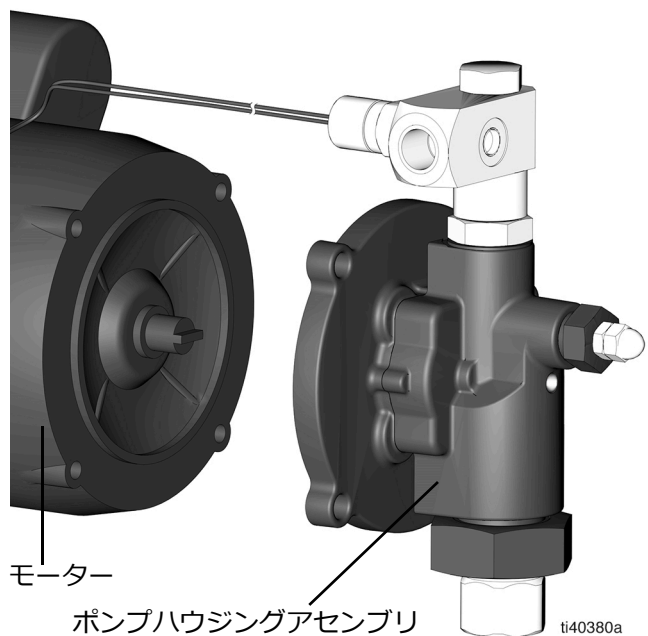

図 18
14. ポンプハウジングアセンブリをモーターから取り外します (図 18)。